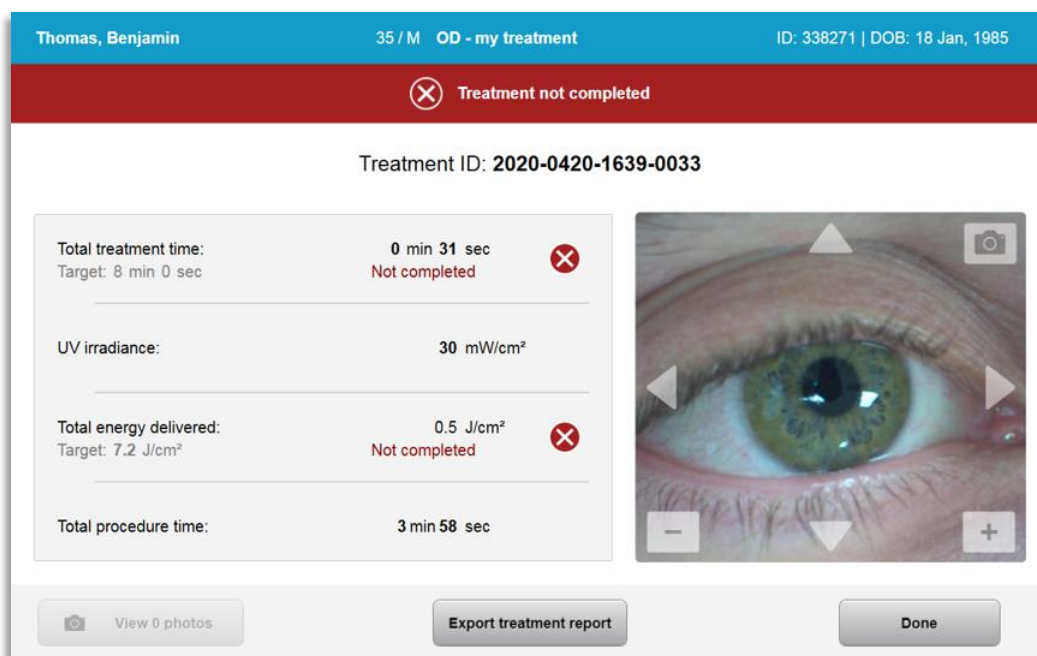

Abbildung 3-30. Teilbehandlung nicht abgeschlossen
- Die Informationen zur Teilbehandlung werden wie in Abbildung 3-30 angezeigt.